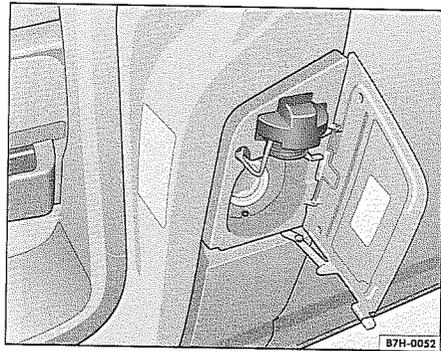

Abb. 191 Geöffnete Vordertür und geöffnete Tankklappe mit eingehängtem Tankverschluss.
- Tankverschluss links herum herausdrehen und in die vorgesehene Halterung stecken \Rightarrow Abb. 191.